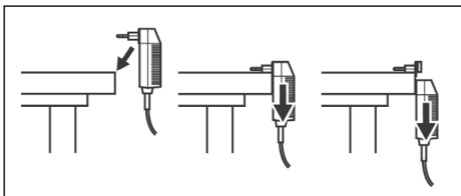

Bild 5 SNT-121A: Netzadapter auswechseln
1. Das SNT-121A wie gezeigt an eine Tischkante anlegen (siehe Bild 5).